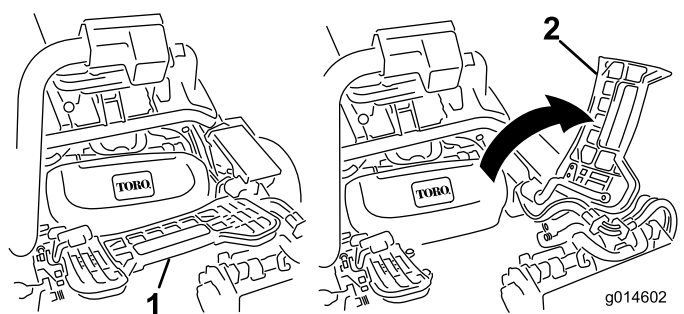

Bild 43
1. Heben Sie die Fußplattform an und schwenken sie in die geöffnete Stellung, um die Stellung der mittleren Schneideinheit zugänglich zu machen (Bild 43).